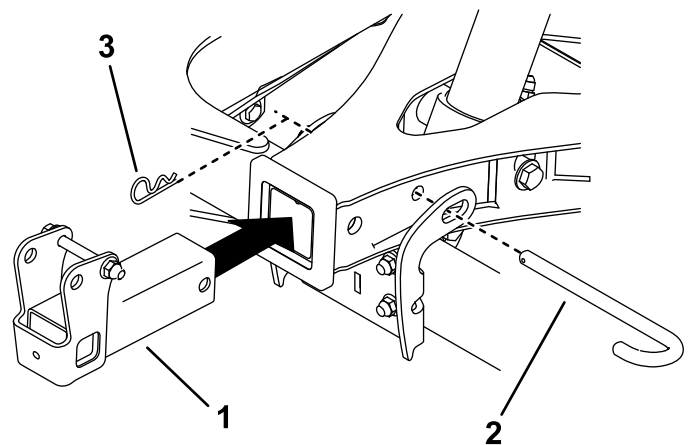

Figure 10
6. Retirez la goupille d'attelage et la goupille fendue de l'accouplement en A et utilisez-les pour installer le dispositif d'attelage (Figure 10). Vérifiez que la goupille bloque l'accouplement en A sur le tube transversal.